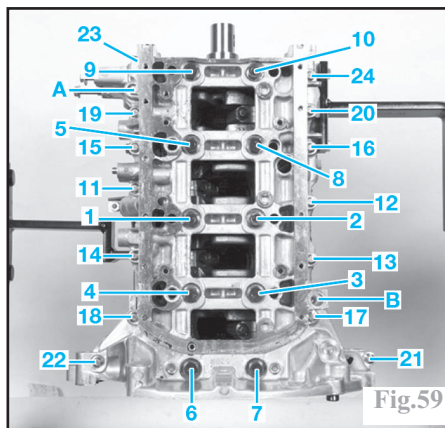

Fig.59
Monter le carter de chapeaux de paliers de vilebrequin sur le carter cylindres en le centrant avec les 2 pîges PSA 194.N en (A) et (B) (Fig.59).